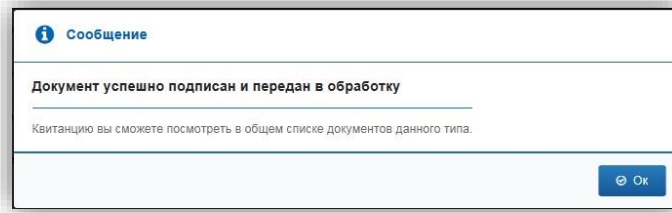

Рисунок 194 – Документ успешно подписан и передан в обработку
– В информационном сообщении нажмите кнопку «Ок», чтобы закрыть его (рис. 194).